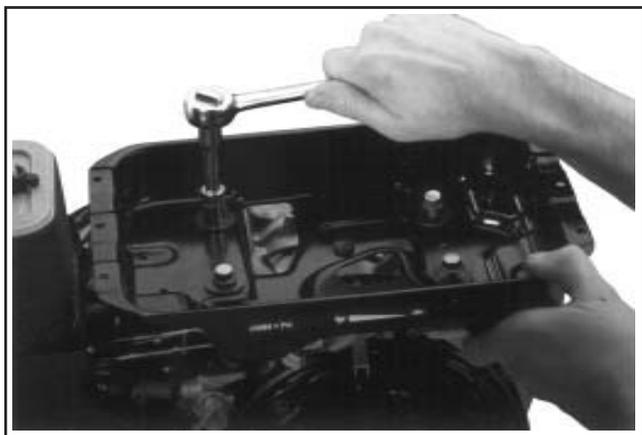

Figure 11-112. CS8.5 (spéc. 95xxxx) installation du support du réservoir de carburant.
1. Installer le support du réservoir de carburant au haut du carter. Aligner les quatre trous de fixation aux emplacements du carter. Installer et serrer à la main les quatre vis à brides hexagonales M8 avec des rondelles plates sous chaque tête. Installer la vis à brides hexagonale unique M6 dans le trou, comme indiqué, et la fileter dans le support de commande de l'accélérateur. Serrer les quatre vis M8 au couple de 27-31 N·m (238-274 in. lb.) et la vis unique M6 au couple de 8-12 N·m (71-106 in. lb.). Voir la figure 11-112.